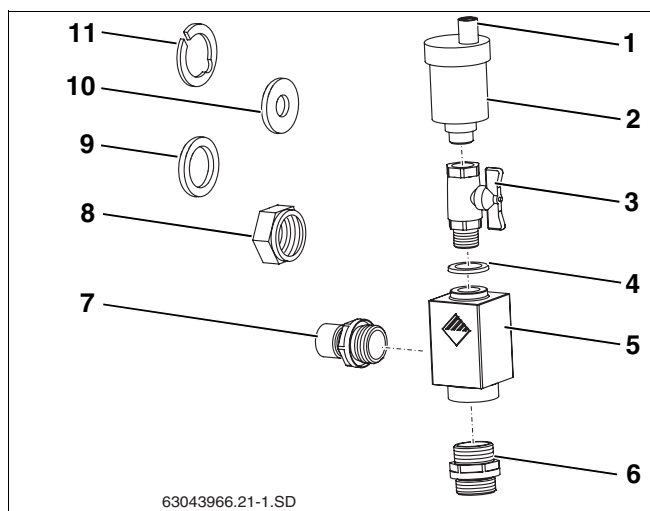

Fig. 55 Conjunto de purga universal
A instalação solar é purgada através do parafuso sem cabeça aberto. Quando está em funcionamento e para não entrar humidade na instalação solar devido ao parafuso sem cabeça aberto, a tampa protectora (fig. 55, **item 1**) deve sempre estar colocada sobre o parafuso sem cabeça.
Fornecimento do conjunto de purga universal (fig. 55):